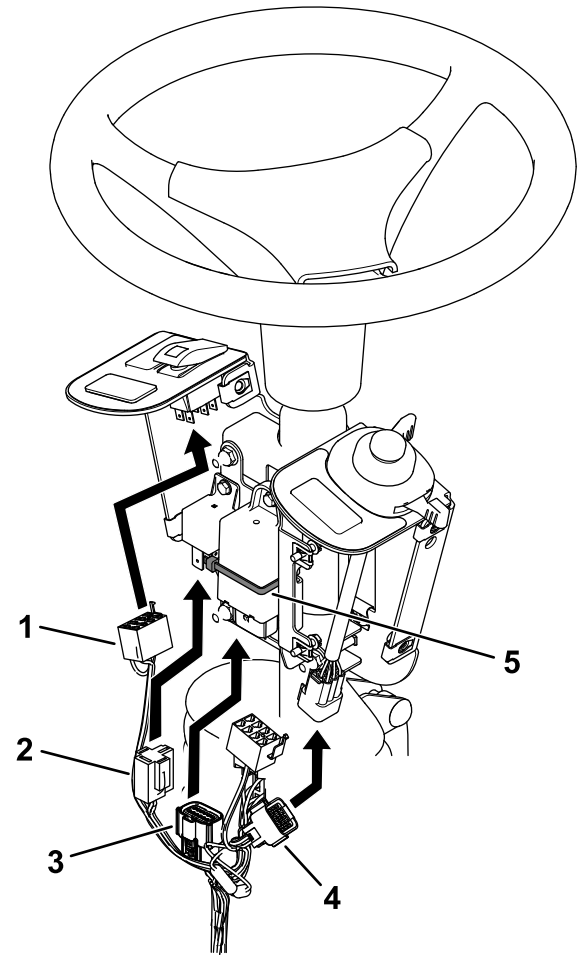

図8
5. フラッシャーをケーブルタイで固定する図8。
6. ロッカースイッチと多機能スイッチにハーネスを接続する図8。
7. リレーとフラッシャーにワイヤハーネスを接続する図8。